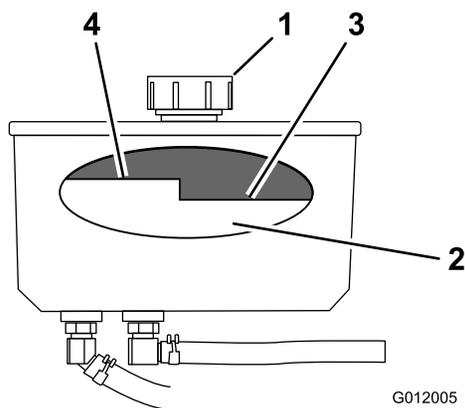

Figura 71
3. Pulite la zona attorno al tappo e al collo del bocchettone del serbatoio idraulico (Figura 71).
4. Togliete il tappo dal collo del bocchettone (Figura 71).
- Nota:** Il livello del fluido (caldo) deve essere inferiore al segno di livello 'caldo' del deflettore (Figura 71).